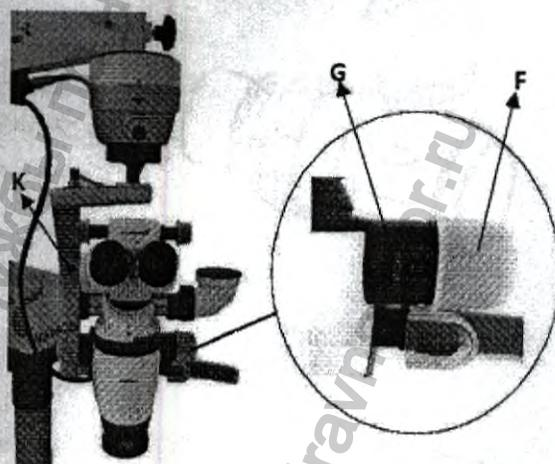

Рис. 19
- а. Для выбора желаемого уровня увеличения воспользуйтесь ручкам (F) на Увеличителе.
- б. Вращайте ручки по ходу часовой стрелки для увеличения и против хода часовой стрелки для уменьшения уровня увеличения, смотрите рисунок 19.
- а. Нажатие Красной кнопки (G), расположенной рядом с Индикатором Увеличения, задействует 8 уровней увеличения. Нажатие этой же кнопки с другой стороны включает постоянное увеличение.
- в. Воспользуйтесь Кнопками Муфт (А) на наклонном плече и (А.1) на рукоятке для вывода в центр поля обзора области интереса, смотрите рисунок 19.